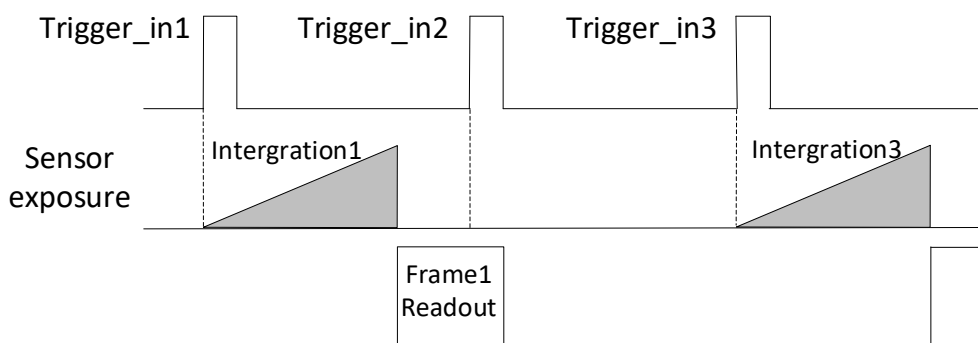

图6-11 第 2 帧被过滤时序
- 不启用触发缓存使能：第 2 个触发信号直接被过滤，不做处理，如图 6-11 所示；